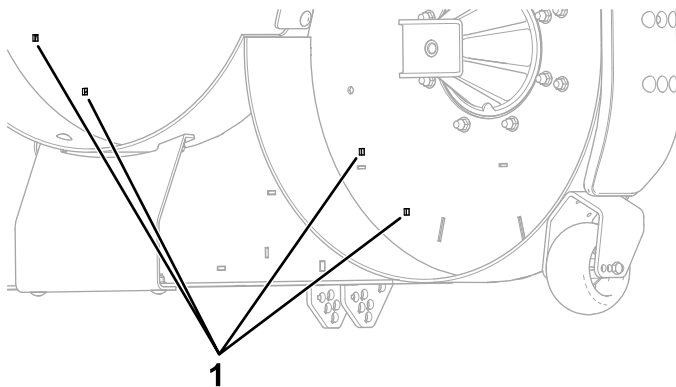

Figure 4
1. Déposez les 4 caches du plateau de coupe (Figure 4).